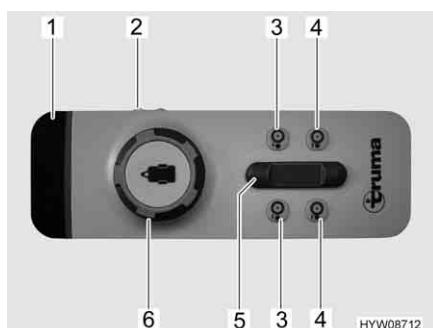

Fig. 10 Telecomando
Il veicolo viene comandato tramite un pomello girevole e un regolatore a scorrimento posizionati sul telecomando (Fig. 10). La seguente tabella descrive la funzione dei singoli elementi di comando/indicazione:
- Spostare l'interruttore a scorrimento (Fig. 10,2) del telecomando su "ON". Il LED verde 4 (Fig. 10,2) lampeggiava per circa 5 secondi, quindi rimane acceso. Il sistema di manovra è ora pronto all'uso.
- Su entrambi i lati, avvicinare i rulli di trasmissione alle ruote, premendo contemporaneamente gli appositi tasti (Fig. 10,4) per circa 3 secondi.
- Spostare il veicolo nella posizione desiderata tramite il pomello girevole (Fig. 10,6) e il regolatore a scorrimento (Fig. 10,5). Il veicolo viene movimentato e frenato senza problemi.
- Sui due lati, ruotare i rulli di trasmissione retraendoli dai pneumatici. A tale scopo, premere gli appositi tasti (Fig. 10,3) per circa 3 secondi.
- Spostare l'interruttore a scorrimento (Fig. 10,2) del telecomando su "OFF".